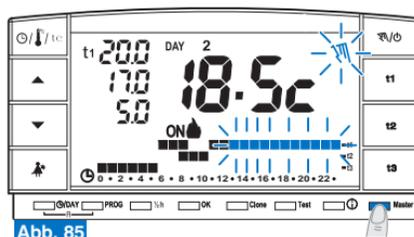

Abb. 85
- Die Taste "Master" kurz drücken; am Display verschwindet das Wort **Master**: der Zeith thermostat bleibt im "vorübergehenden Manualbetrieb" und die dem Master zugewiesenen Zonen kehren unter die Kontrolle der jeweiligen Sender zurück. (Beispiel in Abb. 85).